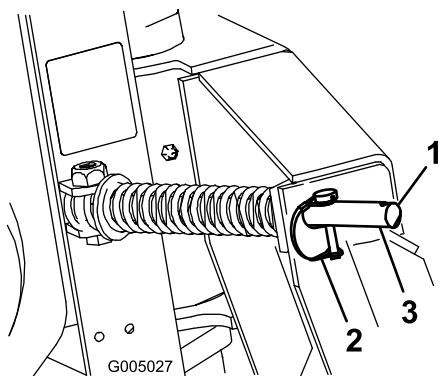

Figure 5
1. Déplacez les goupilles à anneau dans les trous extérieurs des tiges de ressorts pour permettre à l'enfouisseuse de se déplacer latéralement (Figure 5).
1. Placez les goupilles à anneau dans les trous intérieurs des tiges de ressorts pour prévenir tout mouvement latéral (Figure 5).